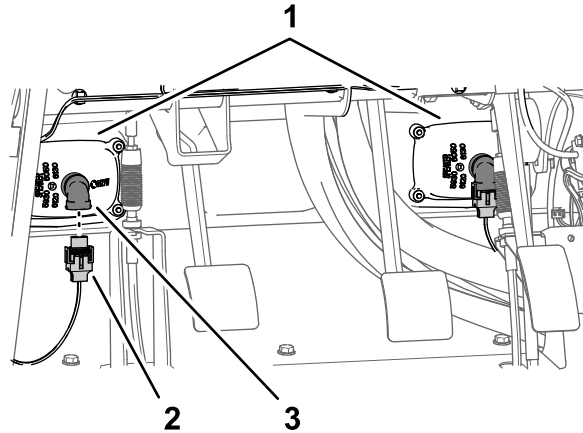

Figura 217
3. Ligue os dois conectores elétricos (duas tomadas) da cablagem da máquina dos conectores de dois pinos dos faróis esquerdo e direito (Figura 217).
1. Alinhe o resguardo do guarda-lamas interior com os tubos da estrutura esquerdo, superior e esquerdo inferior (Figura 217).